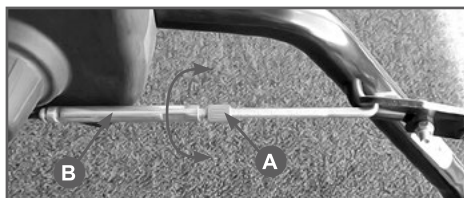

Рис.13 Регулировка троса привода хода
Для регулировки троса привода хода необходимо ослабить контргайку (A) Рис.13 и вращая поводок (B) по часовой или против часовой стрелки установить необходимую длину троса. Затем затянуть контргайку (A).